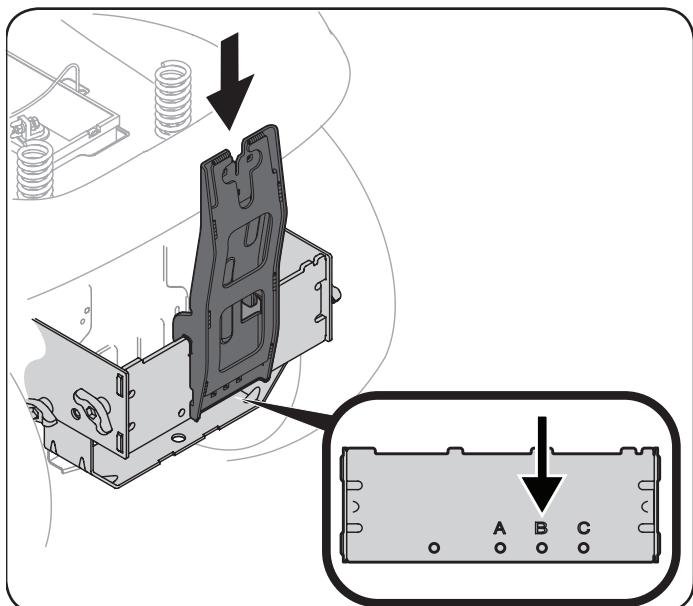

Figure 10
1. Installez le support de fixation vertical sur la plaque de fixation du tracteur en l'accrochant sur le support de fixation transversal. Consultez la Figure 10.
2. Alignez le support de fixation droit avec l'orifice « B ». Consultez l'encart de la Figure 10.